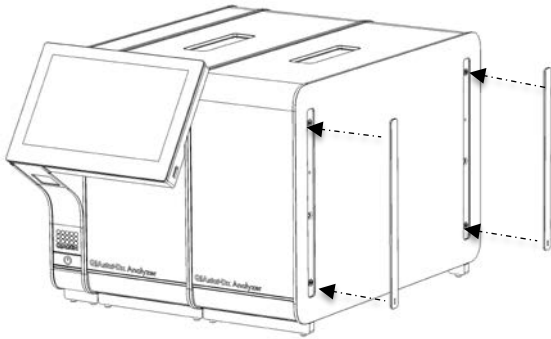

Figura 17. Ricollegamento dei coperchi di protezione sul lato del modulo analitico aggiuntivo.
5. Riattaccare i coperchi di protezione sul lato del modulo analitico aggiuntivo (Figura 17).